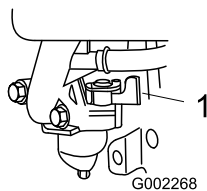

Figure 16
2. Ouvrez le robinet d'essence en tournant le levier vers la **droite** (Figure 16).